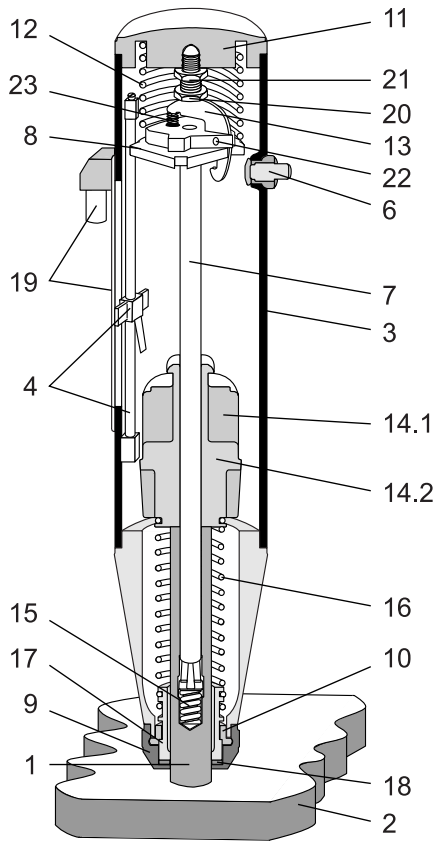

Fig. 6.2 Coupe longitudinale à travers le scléromètre
Les positions entre parenthèses () sont représentées sur la Fig. 6.2, «Coupe longitudinale à travers le scléromètre».
Le curseur avec tige (4) (voir Fig. 6.2) ne doit en aucun cas être démonté, déplacé ou nettoyé, car cela pourrait modifier le frottement. Des outils spéciaux seraient alors nécessaires à un nouveau réglage.